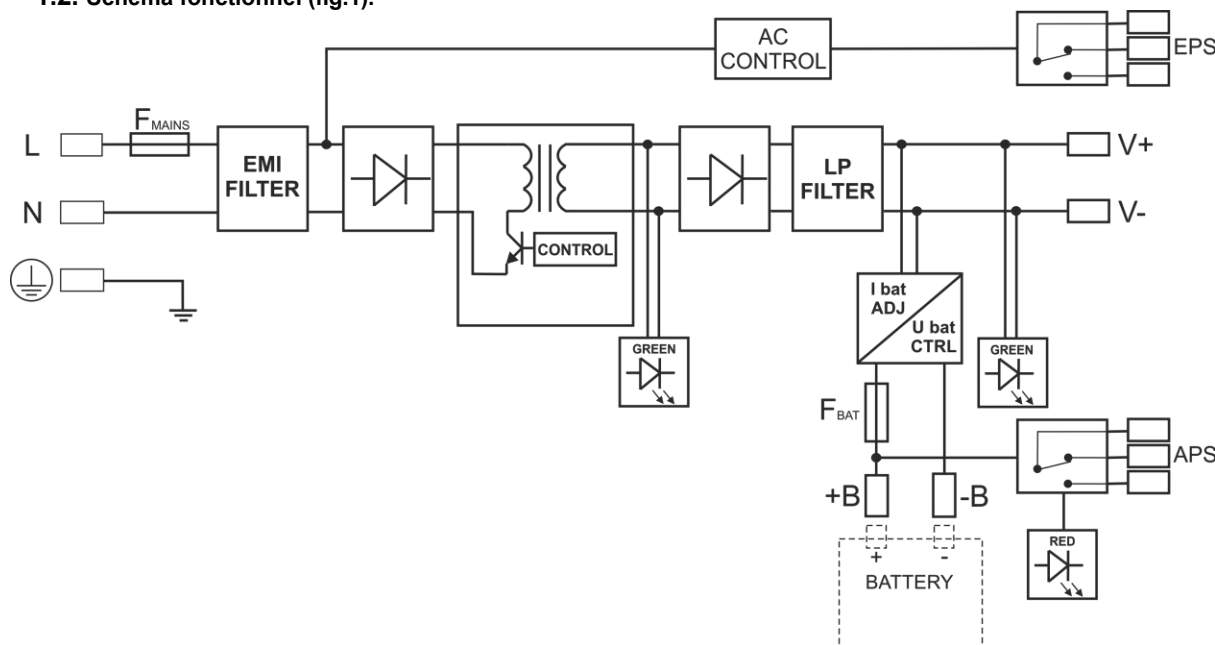

Fig.1. Schéma fonctionnel de l'alimentation électrique.
1.2. Schéma fonctionnel (fig.1).